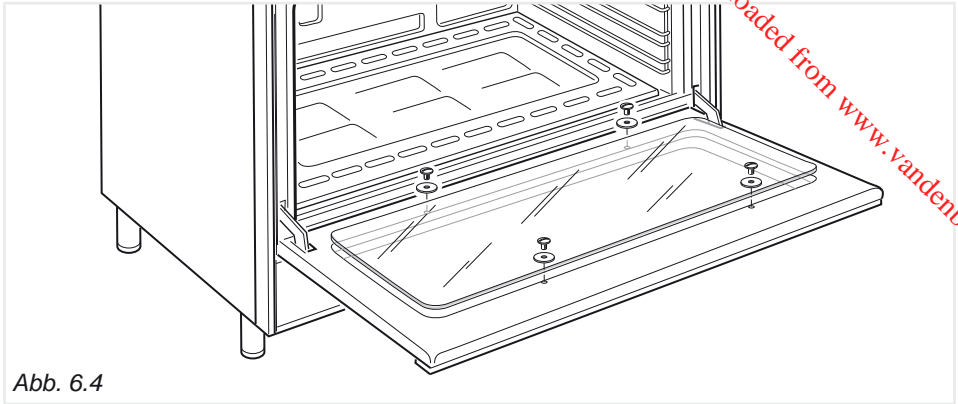

Abb. 6.4
- Führen Sie die Fettpfanne und den Grillrost zwischen die Schienen der Seitenhalterungen ein, wie in Abb. 6.4 dargestellt. Den Rost so montieren, dass die Sicherheitssperre, die unabsichtliches Herausziehen verhindert, ins Innere des Ofens zeigt.
Die Innere Glasscheibe kann leicht zur Reinigung abmontiert werden; dazu die 4 Befestigungsschrauben abschrauben (Abb. 6.4).